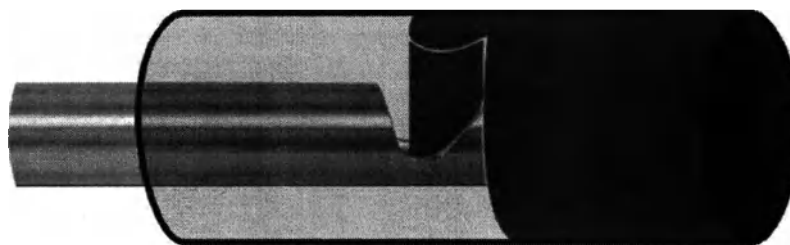

Рисунок 5.55 Непрерывная обработка всего вагинального канала.
- Выполните лазерные импульсы на преддверии, за исключением уретры; облучая фракционированным лазерным лучом поперек всей области преддверия и входа во влагалище (см. Рис. 5.55).